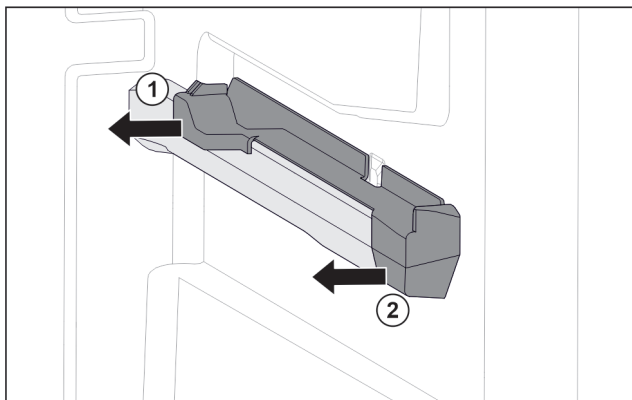

Fig. 73 Instekelement op rechter containerrib
- ▶ Instekelement achter naar de zijkant toe eraf trekken. Fig. 73 (1)
- ▶ Instekelement voor naar de zijkant toe eraf trekken. Fig. 73 (2)